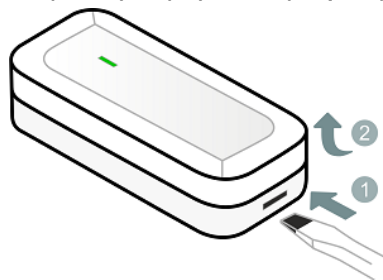

Рисунок 7.1 – Вскрытие корпуса датчика
- 1) Вскройте корпус датчика: при помощи плоской отвертки нажмите на одну из защелок и, отпуская защелку, потяните крышку корпуса вверх (см. рисунок 7.1).
- 1) Вскройте корпус датчика, если он был закрыт (см. рисунок 7.1).
2. Вскройте корпус датчика, если он был закрыт (см. рисунок 7.1).
2. С помощью индикации на датчике. Для этого вскройте корпус датчика (см. рисунок 7.1) и один раз коротко нажмите на кнопку тампера (8, рисунок 2.1). Посмотрите на индикатор датчика. Соответствие уровня связи и индикации представлено в таблице 10.1.